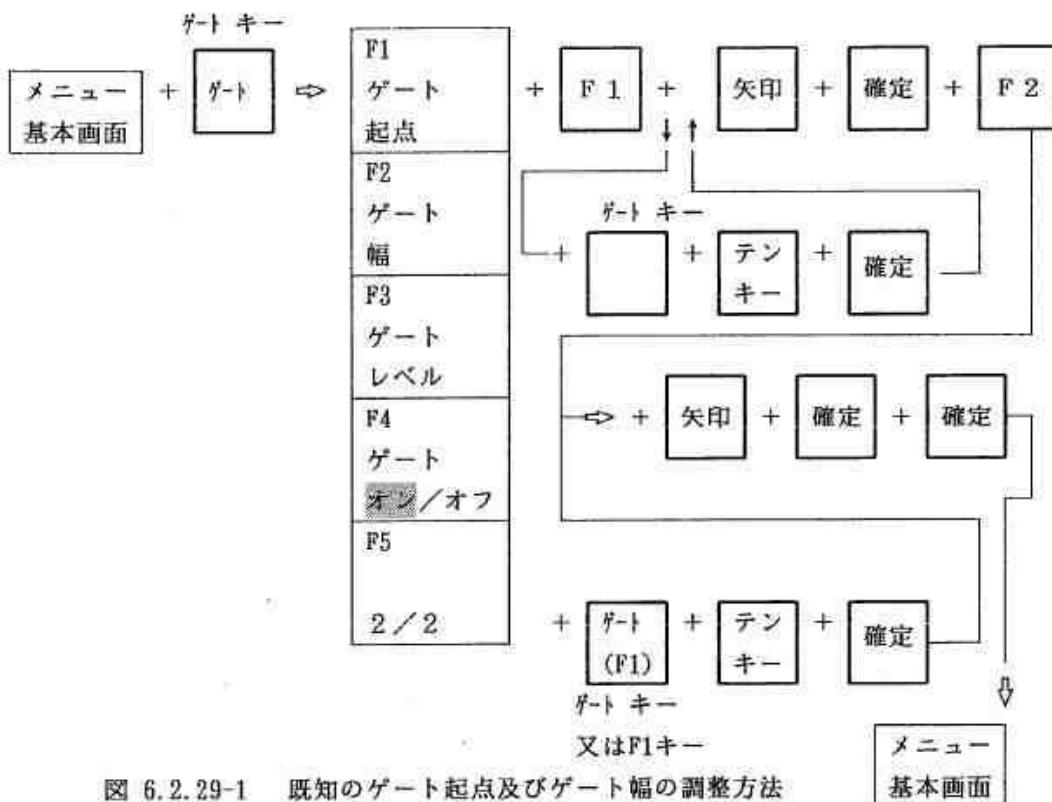

図 6.2.29-1 既知のゲート起点及びゲート幅の調整方法
- ① 機能キー【ゲート】を1回押して、メニューエリアに図 6.2.29-1 のゲートメニューを表示させます。
- ② 選択キー【F1】で【ゲート起点】を選択します。
- ③ 続いて探傷图形を観察しながら矢印キーでゲート起点の位置を調整します。
- ④ ゲート起点が既知の場合は、もう1回機能キー【ゲート】を押して、テンキーモードで予め判明している数値をテンキーで入力します。